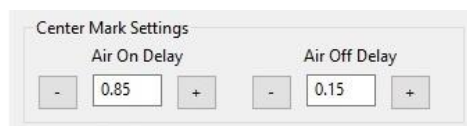

Fig. 92 Centrummarkeringsinstellingen
3. Controleer voor beide situaties (paragraaf 1.1 en 1.2) of de geplaatste centrummarkering voldoet. Verlaag de vertraginginstelling als de markering te diep is. Verhoog de vertraginginstelling als de markering te ondiep is. U kunt de waarden verhogen en verlagen met de '+' of '-' in het instellingenvenster. (Fig. 92).